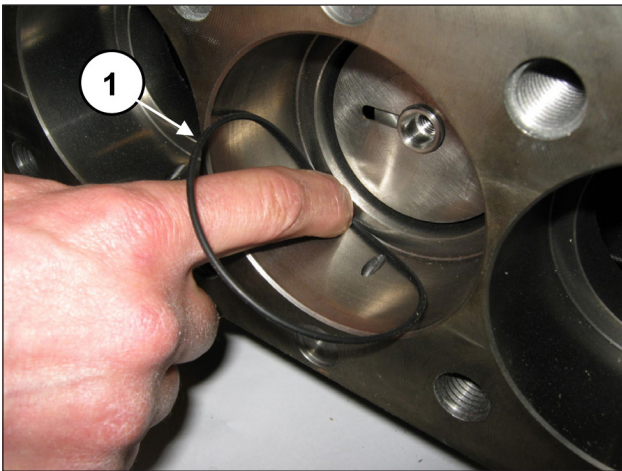

Abb. 176
Entfernen Sie den Dichtungshalter und den Dorn. Nehmen Sie den O-Ring am Boden des Dichtungshalters ab, sollte er im Pumpengehäuse verblieben sein (Pos. ①, Abb. 176).